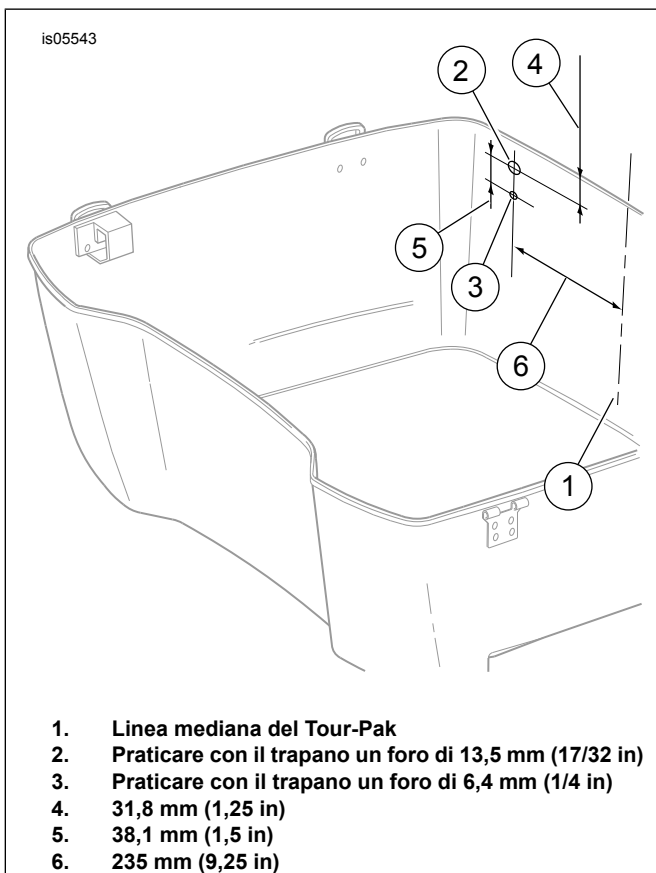

Figura 1. Punto di foratura per l'antenna CB del Tour-Pak
5. Vedere Figura 1. Misurare e determinare il centro (1) della parete posteriore esterna del Tour-Pak.
10. Misurare nuovamente e segnare il nastro a 235 mm (9,25 in) (6) dalla linea mediana, vicino alla sommità della striscia di nastro, e nuovamente accanto al fondo della striscia. Tracciare una linea tra il segno superiore e quello inferiore.
11. Misurare verso il basso 31,8 mm (1,25 in) (4) dal bordo superiore del Tour-Pak sulla linea verticale destra, e tracciare una breve linea orizzontale (2) trasversalmente alla linea verticale.
12. Misurare verso il basso 38,1 mm (1,5 in) (5) dalla prima linea orizzontale e tracciare un'altra breve linea orizzontale (3) trasversalmente alla linea verticale.
- b. Praticare con il trapano un foro (2) di 13,5 mm (17/32 in) attraverso il foro di guida superiore.